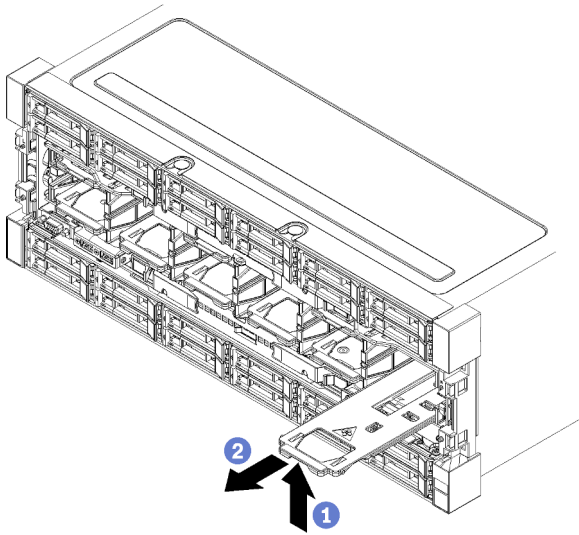

Figura 63. Rimozione della ventola
Passo 1. Spingere la maniglia della ventola verso l'interno al centro del server per rilasciare il fermo, quindi spingere la ventola in avanti fino a metà corsa (vedere Figura 63 "Rimozione della ventola" a pagina 106) e attendere 10 secondi.